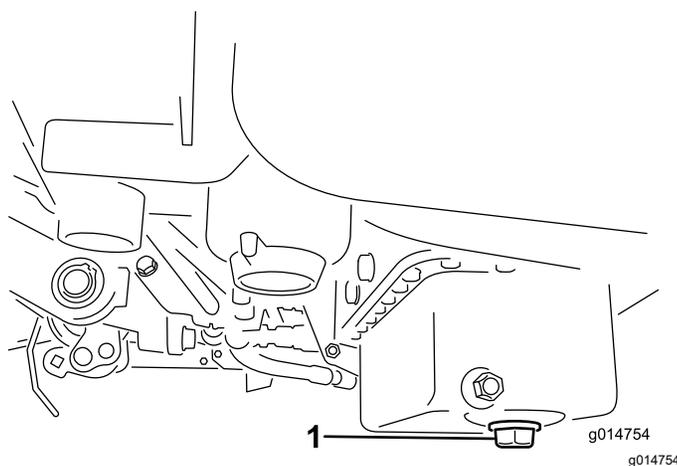

图 34
1. 拆下排油塞、让油流入放油盘。油不再流时、安装排油塞 图 34。